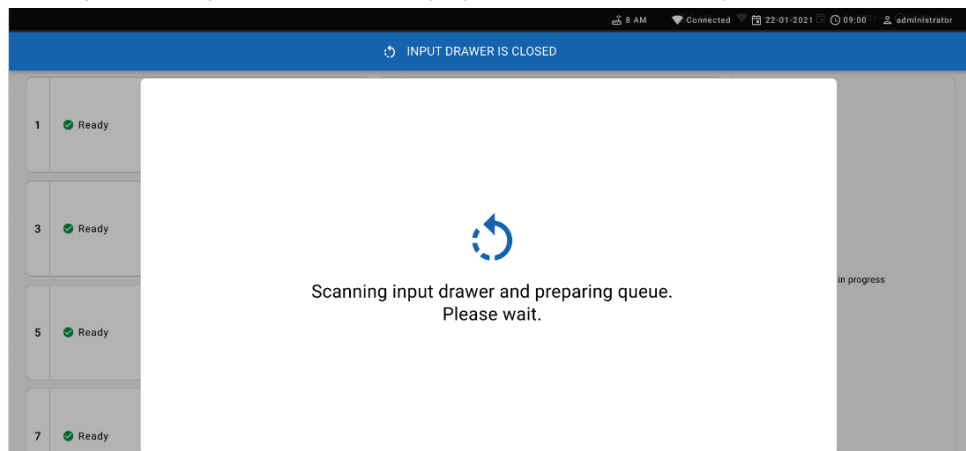

Figure 61. Écran de préparation de la file d'attente.
13. Fermez le tiroir d'entrée lorsque toutes les cartouches ont été balayées et insérées. Le système analyse les cartouches et prépare une file d'attente (figure 61).